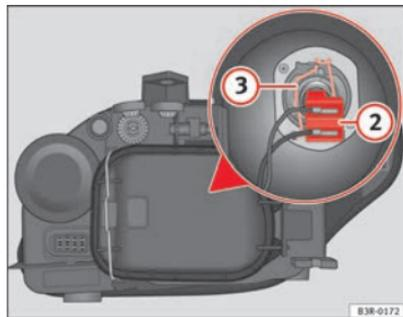

Fig. 195 Anabbaglianti
- Estrarre il connettore ⇒ fig. 195 ② della lampada tirandolo.
- Sganciare la molla di ritegno ⇒ fig. 195 ③ premendo verso l'interno e a destra.